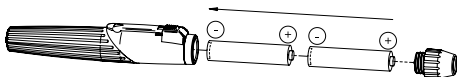

Bild 3
- Skruva upp huvud (3) och skaka ut de batterierna. Sätt i de nya batterierna med pluspolen mot handtagets topp (Bild 3).